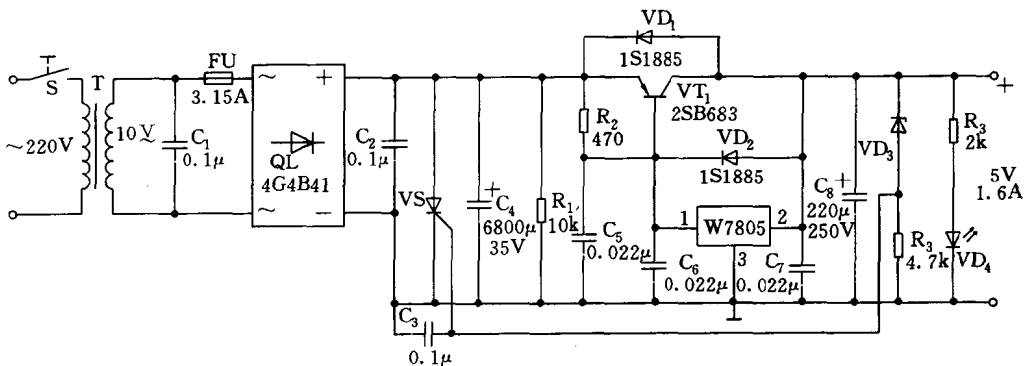

图 1-8
电路如图 1-8 所示。接通电源,电网电压 220V 经变压器 T_1 变压,由桥式整流器 QL 整流、电容 C_3 滤波,使输出端得到 5V 的稳定电压。W7805 的最大输出电流为 1.5A,若要想使输出电流达到 $>1.5A$,则要扩大输出电流。为此,在 W7805 的外围,安一只大功率三极管 VT,它采用的是并联式扩流方法,即在 W7805 的①脚与 VT_1 的基极相连,在输出端 W7805 的②脚与 VT_1 的集电极相连,这样两输出电流之和可满足输出 1.6~2A 间电流的要求。如果需要更大的输出电流,可改成 2~3 只大功率三极管并联即可满足。